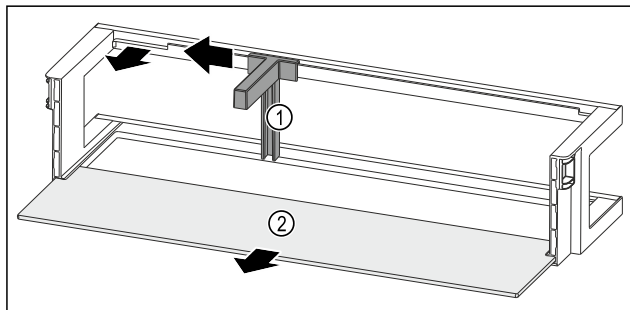

Fig. 224 Rafti i derës me mbajtëse për shishe dhe raft mbajtës
- Shtyni mbajtësen e shisheve Fig. 224 (1) anash deri te foleja.
- Hiqni mbajtësen e shisheve Fig. 224 (1).
- Hiqni raftin mbajtës Fig. 224 (2).